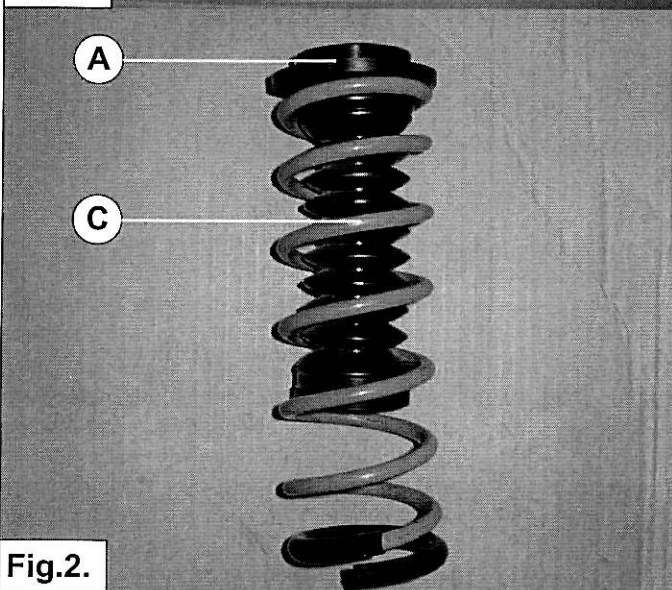

Fig.2.
6. Plaats de bovenste veerschotel met stofhoes **A** op de hulpveer aan de zijde waar geen slang zit. Zie fig.2.